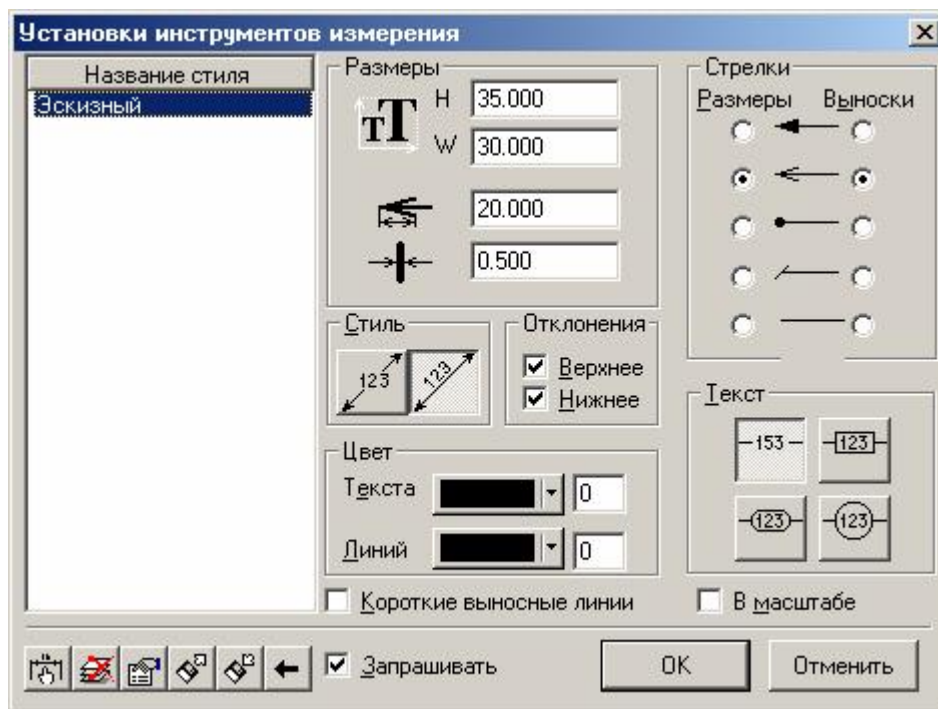

Рис. 107 Диалоговое окно **Установки инструментов измерения**
1. Нажать кнопку  (**Установки инструментов измерения**) на панели **Измерения** или выбрать пункт **Установки** в подменю **Измерения** меню **Инструменты**. В появившемся диалоговом окне (рис. 107) установить требуемые параметры: высота шрифта  $H = 35.0$  мм, ширина  $W = 30.0$  мм, длина размерной стрелки 20 мм, толщина линий 0.5 мм.